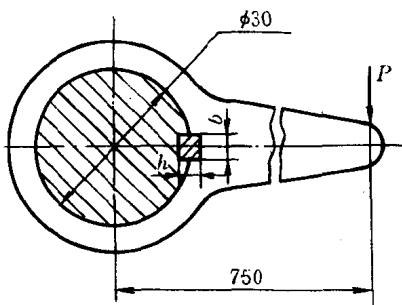

图 1-13
13. 某联接键的尺寸为  $b \times n \times l=10 \times 8 \times 35$  (mm) 如图 1-13 所示, 若键的许用剪应力  $[\tau]=60$  (MPa), 试求加在摇柄端部的最大允许力  $P$  为多少?